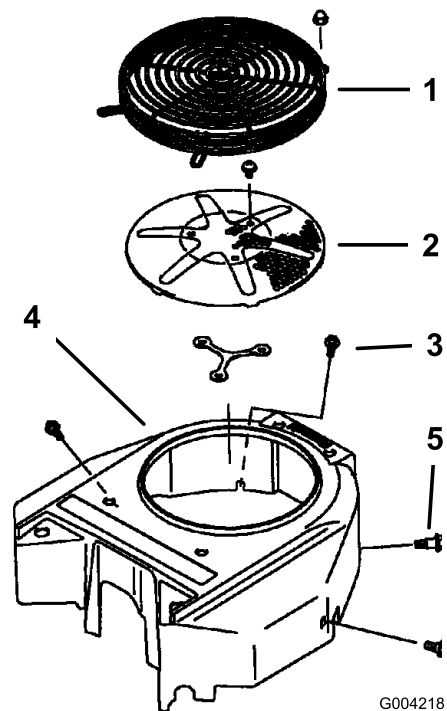

Figure 94
3. Déposez la grille d'entrée d'air, le lanceur et le carter du ventilateur (Figure 94).
5. Remettez la grille d'entrée d'air, le lanceur et le carter du ventilateur (Figure 94).